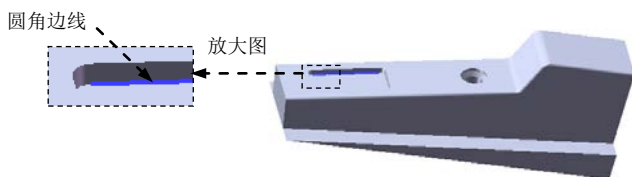

图 16.5.19 圆角边线
(2) 定义圆角类型。采用系统默认的圆角类型。
(3) 定义圆角对象。选取图 16.5.19 所示的边线为要圆角的对象。
(4) 定义圆角的半径。在 **圆角项目(I)** 区域的  文本框中输入圆角半径值 0.8，选中